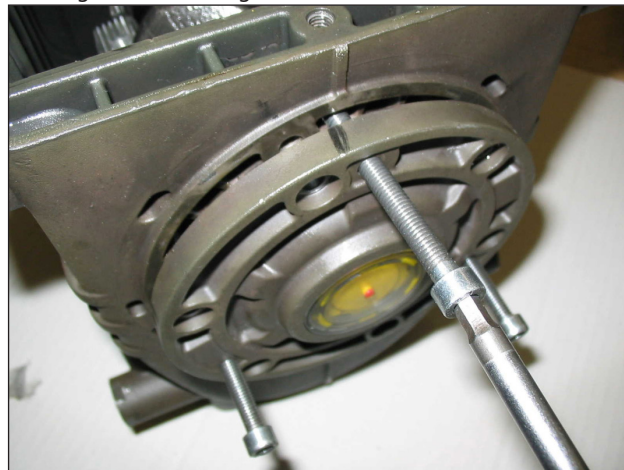

Abb. 3
- die seitlichen Deckel (und der Flansch VFV) anhand von 3 Schrauben M6x50 (M10x40 für den Flansch VFV) mit Vollgewinde als Abzieher, die in die Gewindebohrungen eingeführt werden gemäß Abb. 3.